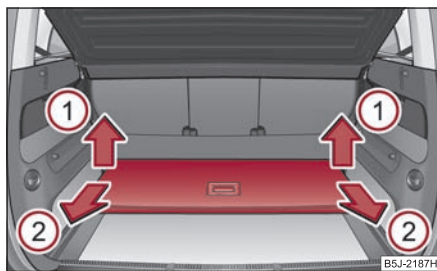

Fig. 83 Portbagajul: scoaterea podelei variabile
- Ridicați podeaua în sensul indicat de săgeata (1) ⇒ fig. 83 și scoateți-o trăgând în sensul indicat de săgeata (2) ⇒ fig. 83.